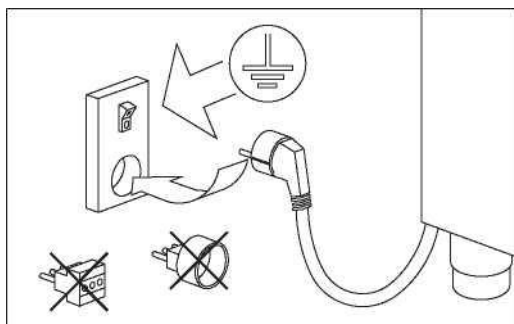

Рис.8
- не используйте адаптеры и/или редукторы (Рис. 8).